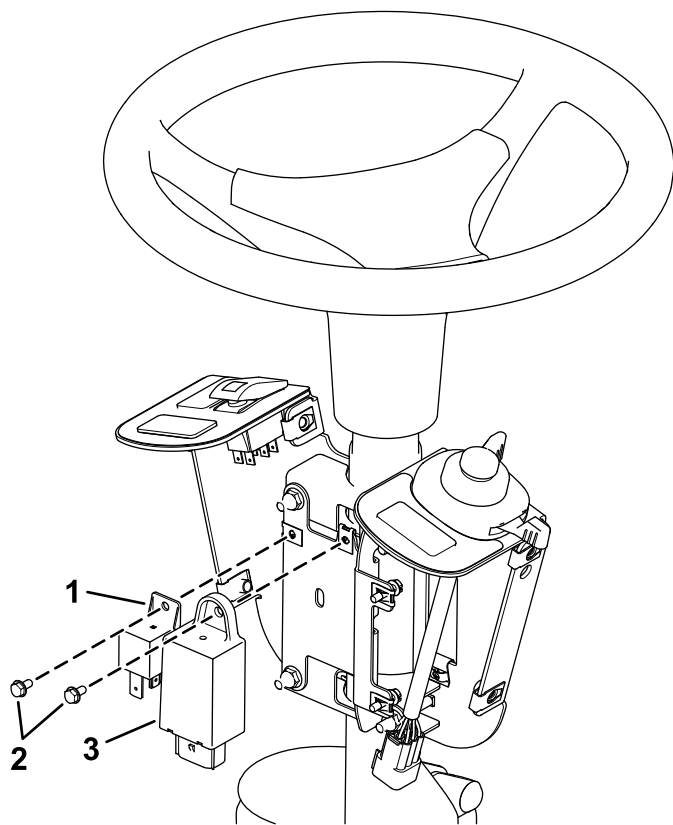

Figura 7
4. Instale el intermitente y el relé en la placa de montaje de fusibles con 2 tornillos (n.º 10 x 3/8"), tal y como se muestra en la Figura 7.